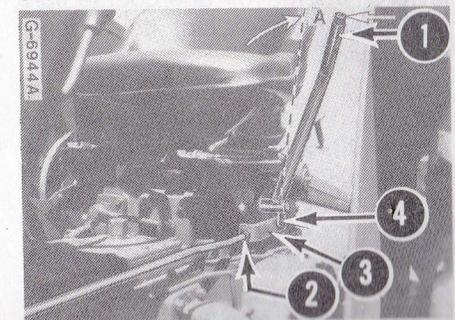

Figure 101
Lorsque le réglage est correct, le levier d'embrayage (1, Fig. 101) doit avoir une garde de 35 à 70mm (A) mesurée au sommet.